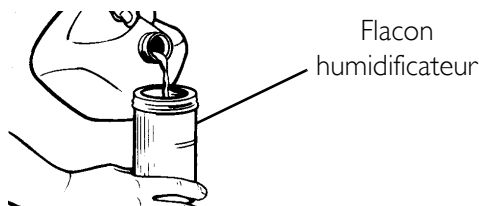
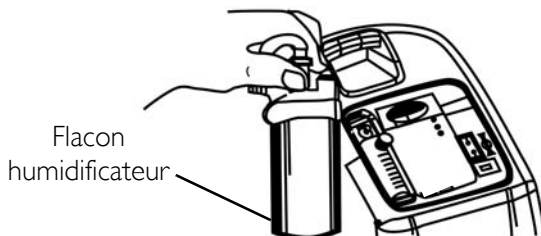
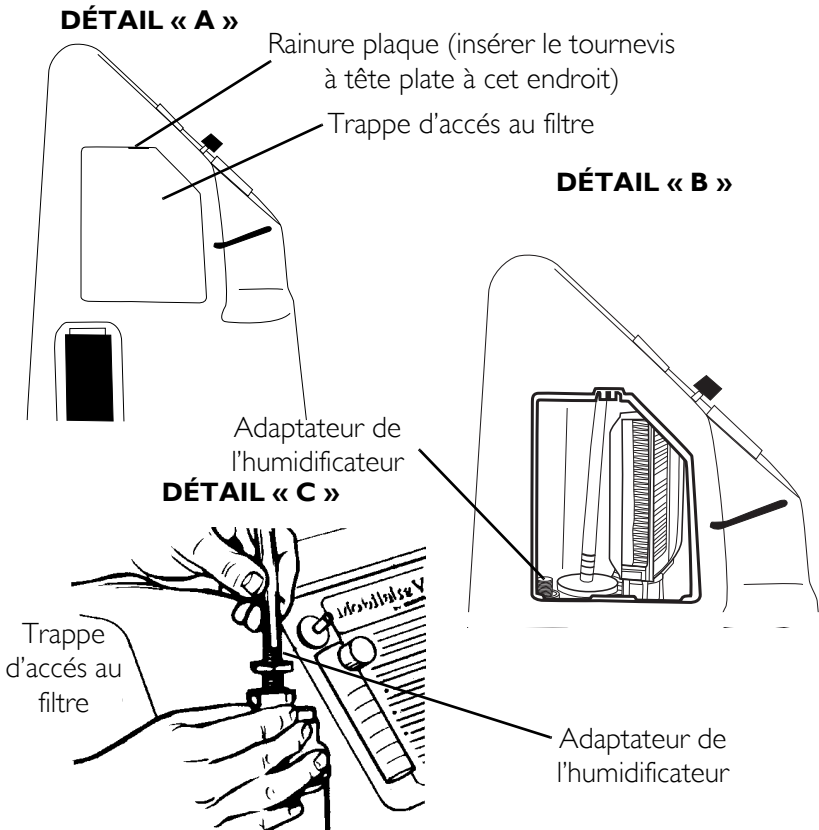
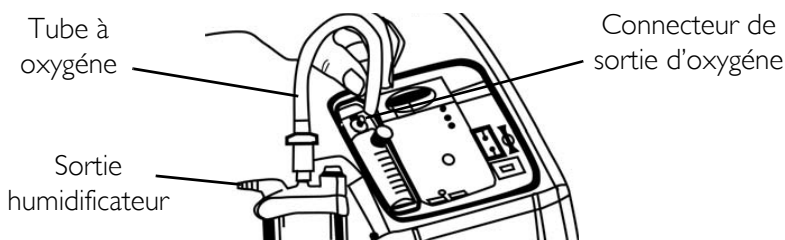

FIGURE 5.1 Remplissage de l'humidificateur
FIGURE 5.2 Compartiment de l'humidificateur
FIGURE 5.3 Fixer l'adaptateur de l'humidificateur
FIGURE 5.4 Fixation du tube à oxygène
REMARQUE : Pour cette procédure, se reporter à la FIGURE 5.1 page 53, FIGURE 5.2 page 53 FIGURE 5.3 page 54 et FIGURE 5.4 page 55.
3. Retirer la trappe d'accès au filtre située sur le côté du concentrateur. Insérer un tournevis à tête plate dans la rainure plaque sur le bord supérieur de la trappe d'accès et soulever délicatement la porte d'accès du filtre pour ouvrir la trappe. Se reporter au détail « A » dans FIGURE 5.3.
4. L'adaptateur de l'humidificateur se trouve près du filtre d'entrée. Retirer l'adaptateur de l'humidificateur. Se reporter au Détail « B » dans la FIGURE 5.3.
5. Le fixer à l'humidificateur en tournant l'écrou papillon sur le flacon de l'humidificateur dans le sens contraire des aiguilles d'une montre jusqu'à ce qu'il soit bien fixé. Se reporter à Détail « C » dans la FIGURE 5.3.